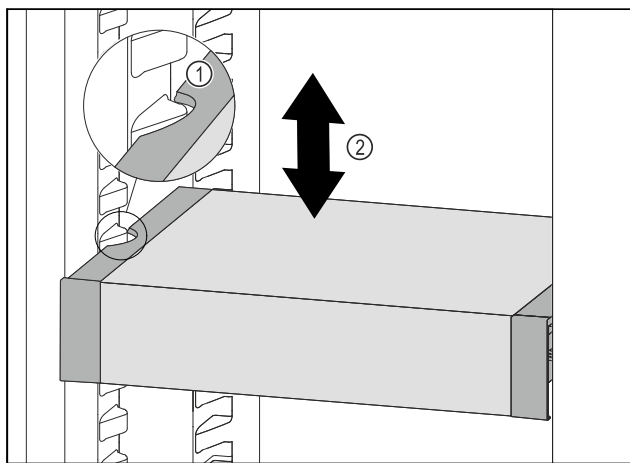

Fig. 106
- Húzza előrefelé a VarioSafe fiókot annyira, hogy a VarioSafe oldalsó kivágásai a hűtőréssben a tartóborda magasságában legyenek. Fig. 106 (1)
► A hűtőréssben a VarioSafe fiókot mozgassa felfelé vagy lefelé a kívánt magasság eléréséig. Fig. 106 (2)